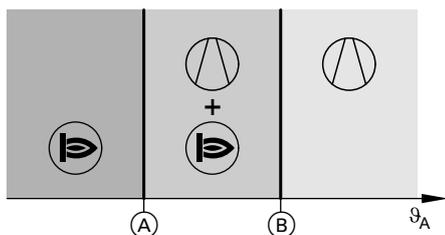
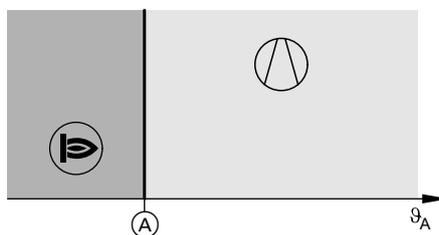

Рис. 14
Рис. 15
Обслуживающее вас специализированное предприятие установило постоянные значения обоих пределов наружной температуры (A) и (B): см. на рис. 14 и рис. 15.